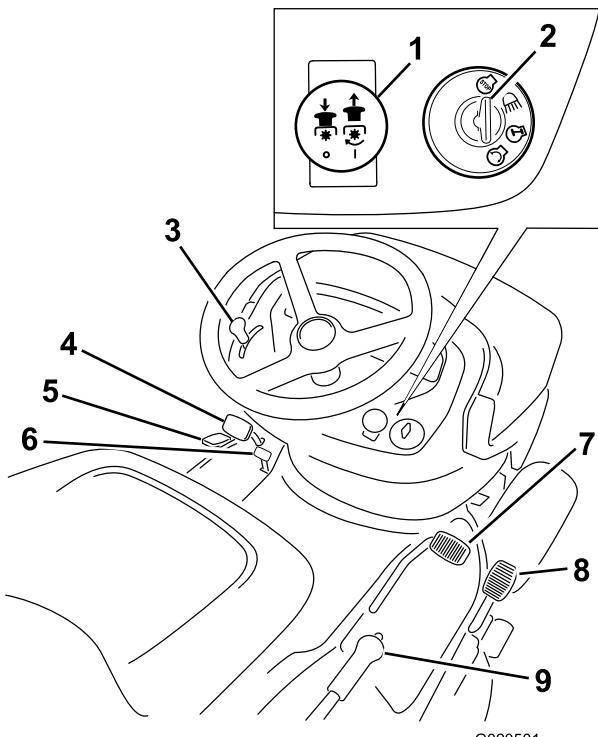

Figura 4
Prima di avviare il motore e di utilizzare la macchina, familiarizzate con i comandi (Figura 4).
1. Premete e tenete premuto il pedale del freno (Figura 4).
1. Premete il pedale del freno (Figura 4).
2. Innestate il comando delle lame (PDF) estraendo la manopola in posizione Engaged (Figura 4).
2. Inserite la manopola di comando delle lame (PDF) in posizione di disinnesto (Figura 4).
4. Disinnestate le lame (PDF); vedere Figura 4.